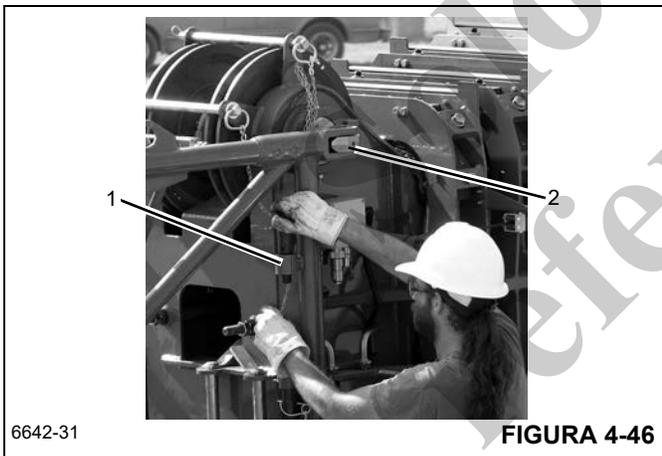

FIGURA 4-46
- 3. Retire dos pasadores que unen la extensión de pluma al lado izquierdo de la punta de la punta de la pluma (2, Figura 4-46). Almacene los pasadores en los retenedores (1) en la extensión de pluma e instale las pinzas de retención.